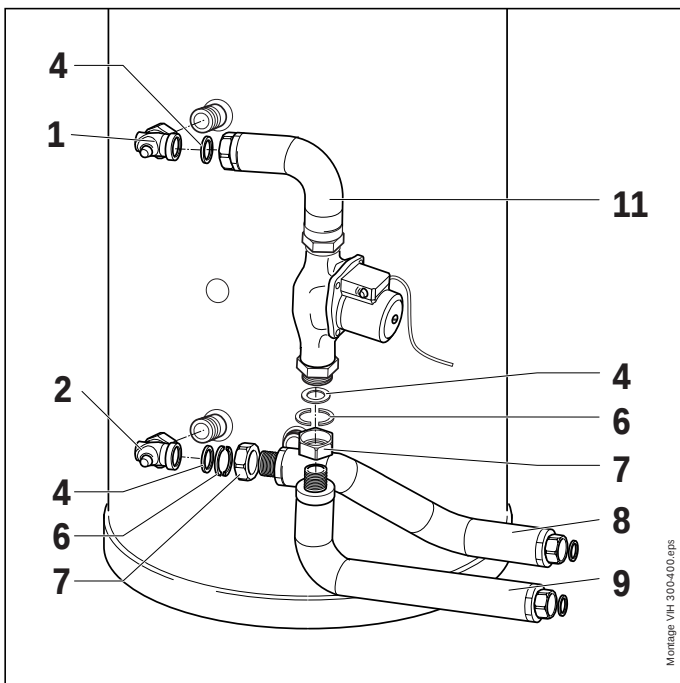

Abb. 7 Montage des Speicherladesets am Speicher VIH 300 - 400/6
- VIH 300 - 400/6 (siehe Abb. 7)